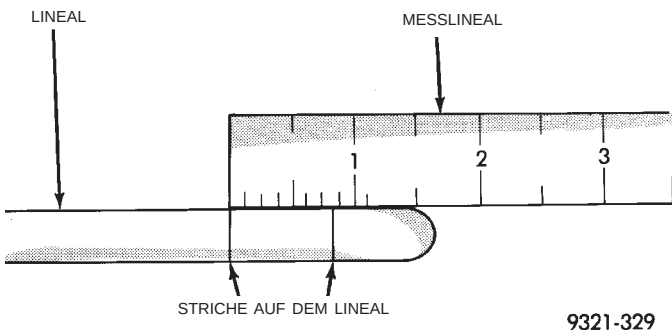

Abb. 354 Abstand der Striche auf dem Lineal messen
(7) Den Abstand zwischen den beiden Strichen auf dem Lineal messen (Abb. 354). Wenn die Striche mehr als 2,5 cm (1 Zoll) auseinanderliegen, müssen die Antriebsketten ausgetauscht werden.